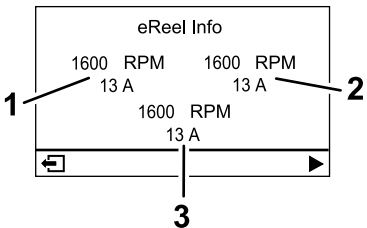

Figure 18
- **Écran du moteur eReel (Figure 18)** : indique la vitesse et le courant du moteur de chaque unité de coupe.